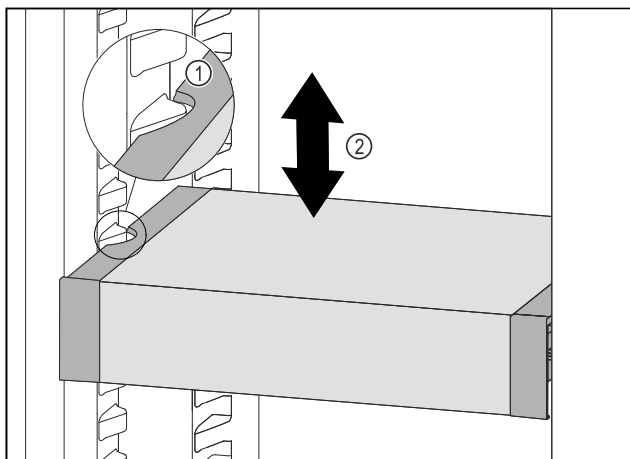

Fig. 51
- Trekk VarioSafe forover, til utsparingene på sidene av VarioSafe er på nivå med rillene i kjøleskapet. Fig. 51 (1)
- Flytt VarioSafe oppover eller nedover i kjøleskapet, til ønsket høyde er nådd. Fig. 51 (2)